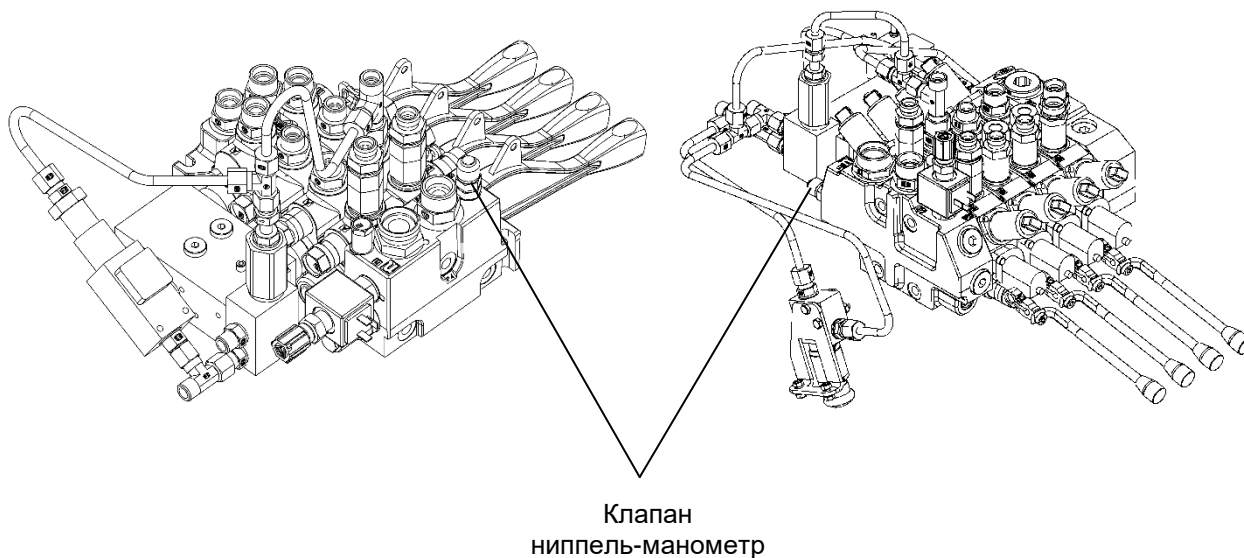

Рис. 7: Расположение клапана ниппель-манометр
- ▶ Подключите к гидросистеме крана гидронасос машины технической помощи или аварийный ручной гидронасос (дополнительная опция, поставляется по особому заказу), через клапан ниппель-манометр (см. рисунок 7).